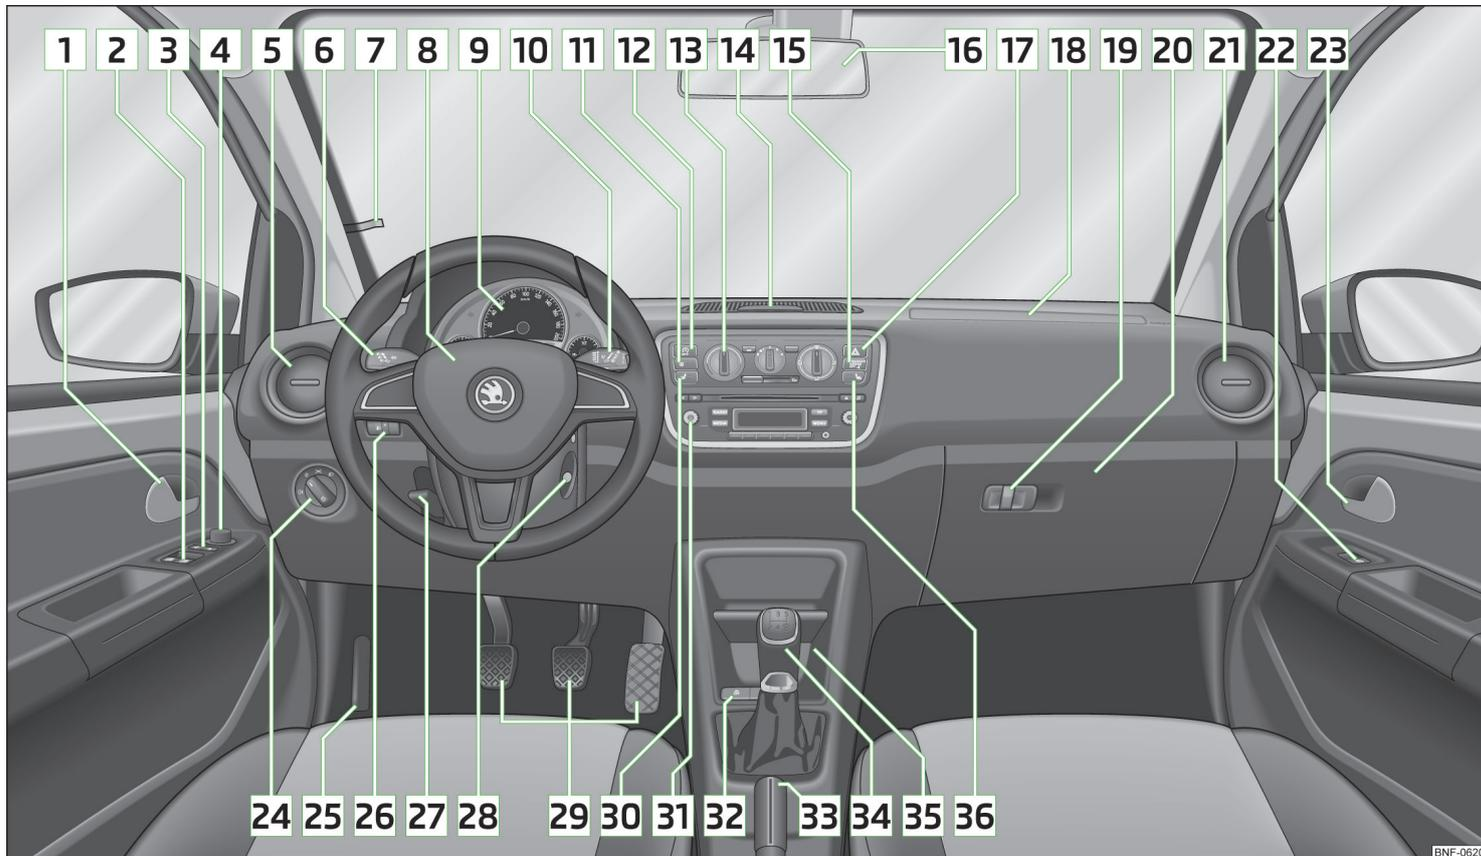

Fig. 16 Poste de conduite
- La disposition des commandes diffère partiellement de celle indiquée dans » fig. 16 sur les véhicules avec direction à droite. Les symboles des commandes sont toutefois identiques.